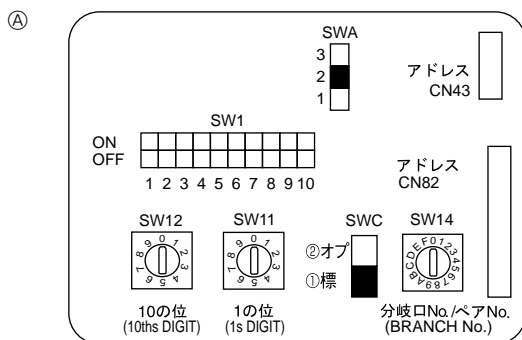

Fig. 6-4
- ① MA-Fernbedienung
- ② M-NET-Fernbedienung
- ③ Drahtlose Fernbedienung (bei Einbau eines Funksignalempfängers)
6.5. Adressen einsetzen (Fig. 6-4)
6.6. Schaltereinstellung für unterschiedliche Deckenhöhen (Fig.6-4)
6.7. Messen der Raumtemperatur mit dem in eine Fernbedienung eingebauten Temperaturfühler (Fig.6-4)